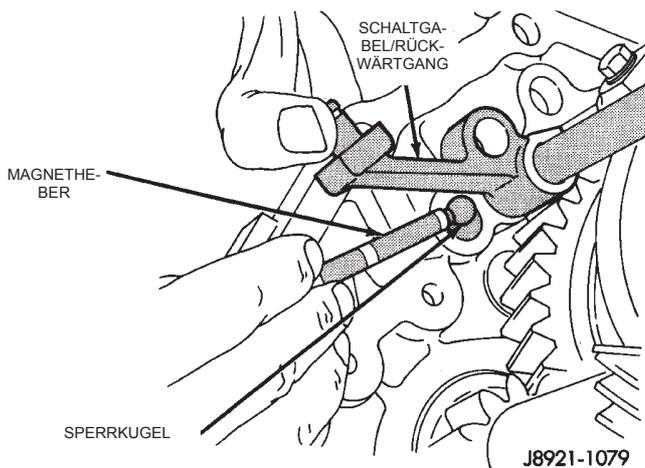

Abb. 68 Sperrkugel der Schaltstange/5. Gang ausbauen
(20) Die Sperrkugel der Schaltstange für den fünften Gang mit einem Magnetheber aus der Zwischenplatte herausziehen (Abb. 68).